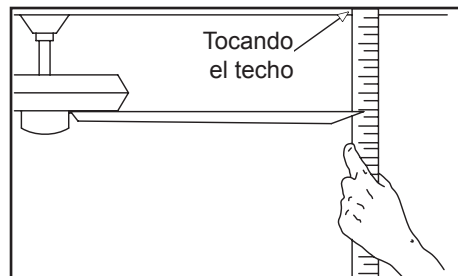

Figura 15
2. La mayoría de los problemas de oscilación del ventilador se deben a que las aspas no están al mismo nivel. Verifica este nivel seleccionando un punto en el techo sobre la punta de una de las aspas. Mide desde un punto en el centro de cada asa al punto en el techo. Mide esta distancia como muestra la Figura 15. Gira el ventilador hasta que la siguiente asa quede en posición para medir. Repite el procedimiento para cada asa. Las desviaciones de la medición no deben pasar de 1/8" (3.2 mm). Enciende el ventilador por 10 minutos.